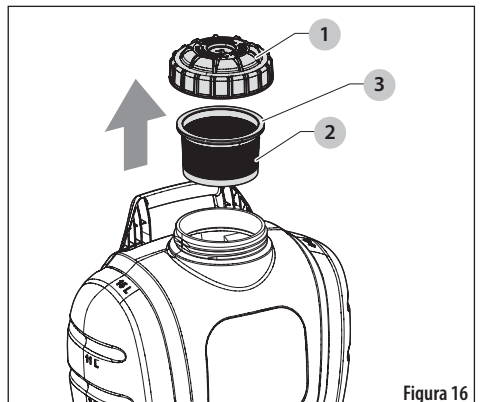

Figura 16
- Revise la tapa (1) y la junta de la cesta del filtro (2) en la cesta del filtro (2) para asegurarse de que no muestren signos de desgaste y funcionen correctamente. Vea la Figura 16.